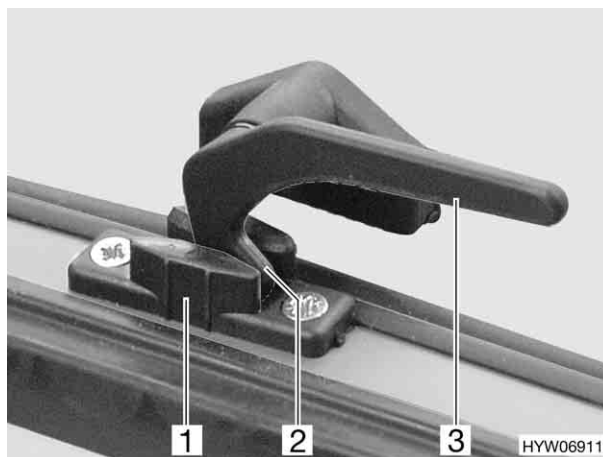

Fig. 21
- aerazione continua (Fig. 21)
- Aprire la maniglia (Fig. 21,3) della finestra apribile.
- Ruotare nuovamente la maniglia. Riportare contemporaneamente il nasello di chiusura (Fig. 21,2) nella rientranza della chiusura della finestra (Fig. 21,1).